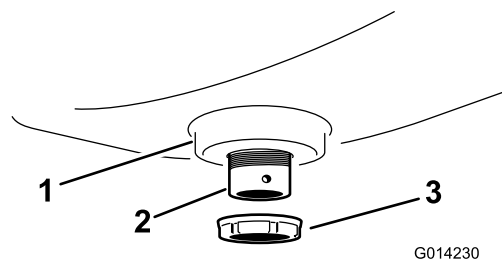

Рисунок 8
2. Закрепите переходной штуцер на промывочном баке с помощью пластиковой фланцевой гайки (Рисунок 8).